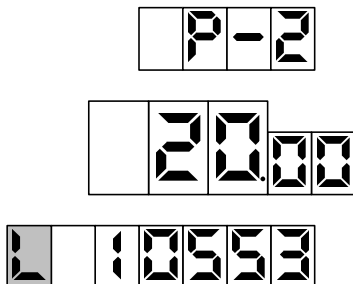

Рисунок 2
– отображение значений суммарного счетчика рукава в строке указателя стоимости с мигающим символом "L" в старшем разряде. В строке цены за литр отображается порядковый номер рукава и символы "P-" (рисунок 2).